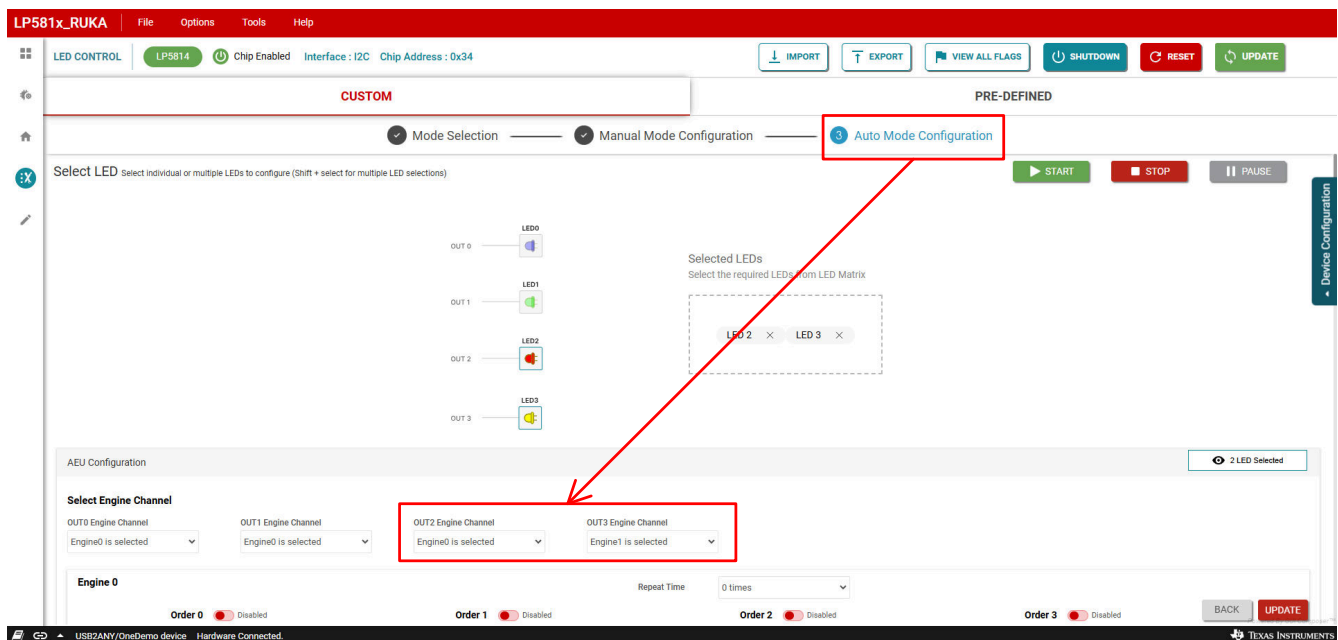

图 3-17. 引擎选择
7. 单击 *Auto Mode Configuration* 选项卡以打开模式设置面板，如图 3-17 所示。